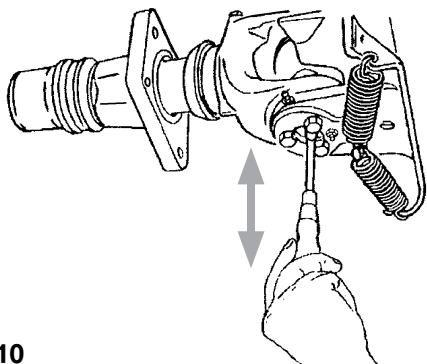

Abb. 10
- Höhenspiel am Kupplungsbolzen **max. 2 mm** (s. Abb. 10)